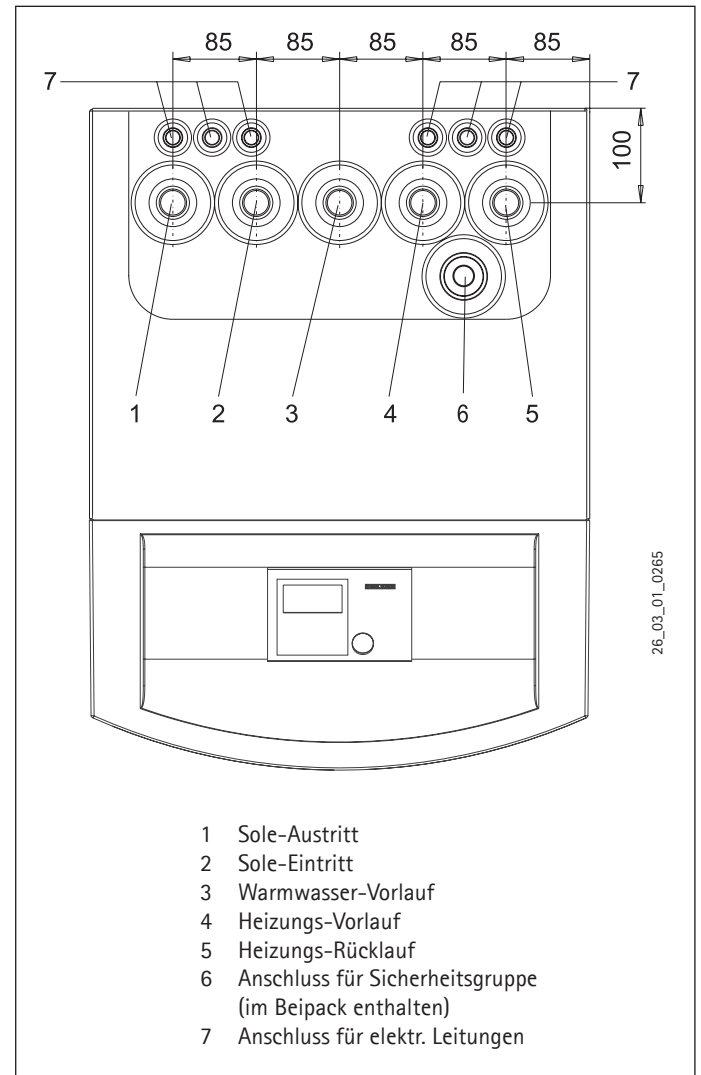

Abb. 5
Auf den richtigen Anschluss des Heizungs- vorlaufs und -rücklaufs ist zu achten (Abb. 5). Um die wasserseitige Körperschallübertragung zu reduzieren, sind flexible Druckschläuche erforderlich (Best.-Nr. siehe Abschnitt 2.3). Die Wärmedämmung ist entsprechend der Energieeinsparverordnung auszuführen.
Für die Erwärmung von Warmwasser wird ein Warmwasserspeicher mit einem innenliegenden Tauscher benötigt (siehe Sonderzubehör auf Seite 13). Die mindestens benötigte Wärmeaustauscherfläche beträgt 3 m^2 . In der TTF ist ein Dreiwegeventil zur Umschaltung zwischen dem Warmwassererwärmungskreis und dem Heizungskreis eingebaut. Der oberste Tauscheranschluss des Warmwasserspeichers ist mit dem Warmwasservorlauf der TTF (siehe Abb. 5) zu verbinden. Der unterste Tauscheranschluss des Warmwasserspeichers muss mit dem Rücklaufanschluss der TTF verbunden werden. Dazu ist hinter dem Schwingungsdämpfer, der direkt an die TTF anzuschließen ist, ein T-Stück zu setzen, dass
- Alle Anschlussleitungen sowie Fühlerleitungen müssen durch die vorgesehenen Durchführungen in der Rückwand geführt werden (Pos. 7 in Abb. 5).